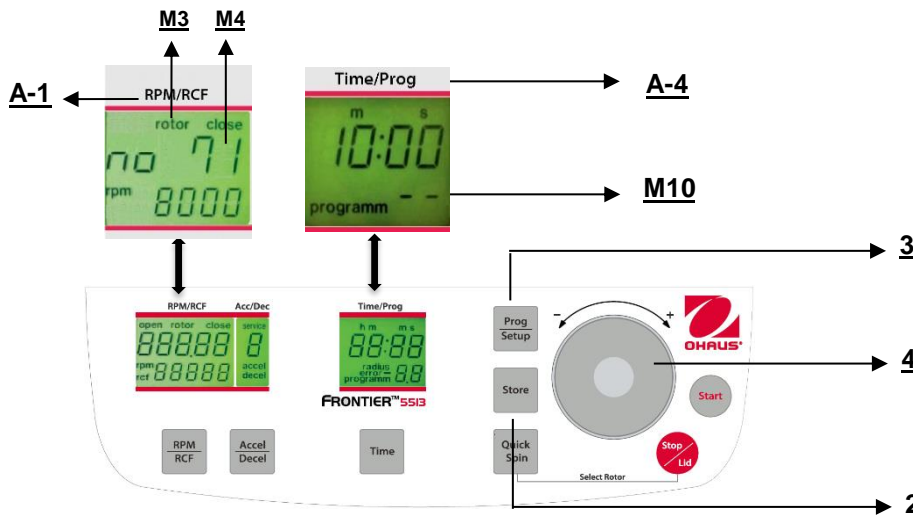

Abbildung. 23
Um gespeicherte Programme aufzurufen, drücken Sie die Taste **"Prog/Setup"** (3) (siehe Abbildung 23), während der Deckel bereits geschlossen ist. Innerhalb der Anzeige **"Time/Prog"** (A-4) erscheint **"programm --"**(M10). Die gewünschte Programmnummer kann vorab mit dem Anpassungs Wählscheibe (4) ausgewählt werden. Auf den entsprechenden Anzeigen erscheinen die gespeicherten Werte für dieses Programm. Wenn sich der falsche Rotor für das vorab ausgewählte Programm innerhalb der Zentrifuge befindet blinkt auf der Anzeige **"RPM/RCF"** (A-1) das Wort **"rotor"** (M3). Gleichzeitig werden das Wort **"FALSE"** und die gespeicherte Rotornummer **"xx"** (M4) abwechselnd blinken.
Um den Programmmodus zu verlassen, drücken Sie lediglich die Taste **"Prog/Setup"** (3) (siehe Abbildung 23). Dann erscheint innerhalb der Anzeige **"Time/Prog"** das Wort **"programm"** .